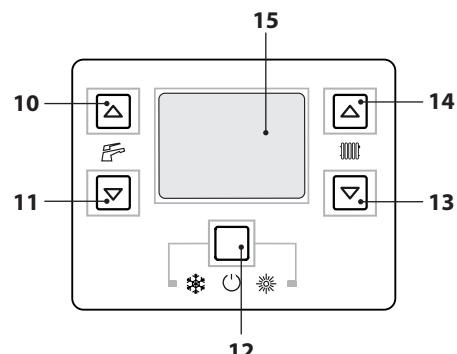

Figura 7.2
- Entre en la "modalidad de programación" pulsando simultáneamente durante 10 segundos los botones 12-13-14 (Figura 7.2) hasta que aparezcan en el display LCD las letras **P01** que se alternan con el valor del parámetro, indicando que se ha entrado en el "parámetro 01" (Figura 7.3).
- Pulse el botón 13 o 14 (Figura 7.2) para desplazar los parámetros hasta el parámetro **P09** (deshollinador) (Figura 7.4).
- Utilice los botones 13 o 14 (Figura 7.2) hasta llegar al estado **dP** (deshollinador activado al máximo en agua sanitaria) y pulse el botón 12 para confirmar. El display muestra **dP** alternado con la temperatura máxima en agua sanitaria.
- Pulse el botón 14 (Figura 7.2) para desplazar los parámetros hasta el parámetro **P09** (deshollinador) (Figura 7.4).
- Utilice los botones 14 o 13 (Figura 7.2) para aumentar o reducir el valor. Espere 3 segundos para que se estabilice la presión del gas y luego vea el valor indicado en el manómetro de gas. **Recuerde mantener la evolución ascendente.**
- Pulse el botón 11 (Figura 7.2) durante 5 segundos para memorizar el valor.
- Pulse el botón 10 (Figura 7.2) para pasar a la calibración del mínimo de gas. El display muestra S-L alternado con el parámetro de potencia mínima absoluta (Figura 7.12).
- Utilice los botones 14 o 13 (Figura 7.2) para aumentar o reducir el valor. Espere 3 segundos para que se estabilice la presión del gas y luego vea el valor indicado en el manómetro de gas. **Recuerde mantener la evolución descendente.**
- Pulse el botón 10 (Figura 7.2) para comprobar el valor máximo definido y corregirlo en caso necesario, siguiendo el procedimiento descrito previamente.
- Pulse el botón 10 (Figura 7.2) para comprobar el valor mínimo definido y corregirlo en caso necesario, siguiendo el procedimiento descrito previamente.